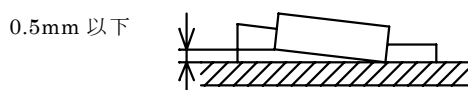
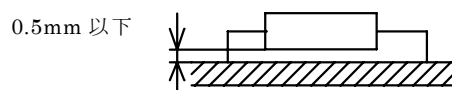

図 3-1
図 3-2
(3) 電子回路組立て作業 (B・C 課題のみ適応)
- (c) 抵抗器、ダイオード、コンデンサはプリント板にほぼ密着させて取付けること。浮き上がり限界は、図 3-1、図 3-2 に示すとおりとする。